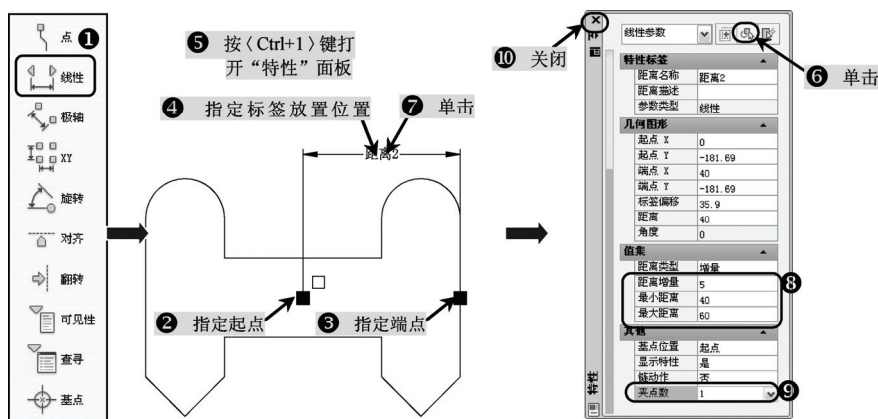

图 9-7 线性参数操作及数据设置
3) 在“块编写选项板”中的“参数”选项卡中单击“线性”工具按钮，提示指定起点，单击中心的单点，提示指定端点，单击右端竖直线段的中点，放置好该标签的位置；执行“特性”命令 (mo)，选择刚才绘制好的标签，在“集值”选项中的“距离类型”中选择“增量”，在“距离增量”中输入“5”，在“最小距离”中输入“40”，在“最大距离”中输入“60”，在“其他”选项中的“夹点数”中选择“1”（表示只有一个拖动点），关闭“特性”选项板，如图 9-7 所示。